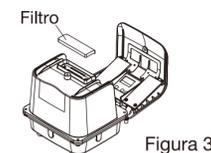

Figura 3
- 4 Remova o filtro da carcaça superior e substitua-o por um novo ou limpo. (Figura 3)